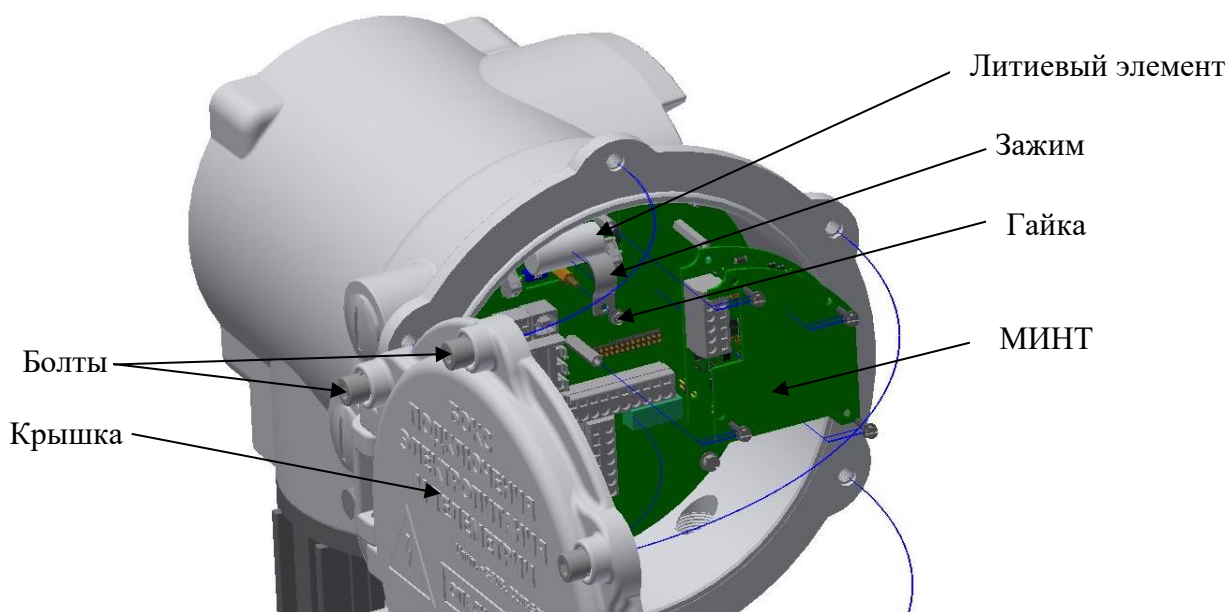

Рисунок 38 – Замена литиевого элемента РэмТЭК
- открутить гайку, которая удерживает зажим (рис. 38);